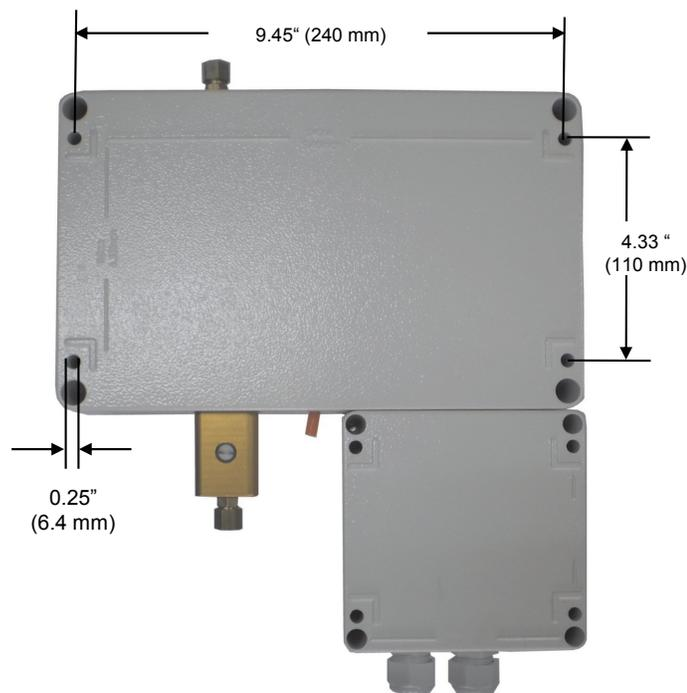

Figura 3: El Dripmaster — Vista posterior que muestra los centros de montaje.
| Figura 3: El Dripmaster — Vista posterior que muestra los centros de montaje. | 8 |
1. Con el fin de montar el Dripmaster, perforar cuatro agujeros de ¼ de pulgada en la placa de metal en la que se fijará el Dripmaster de acuerdo con la plantilla de perforación que se muestra en la Figura 3.